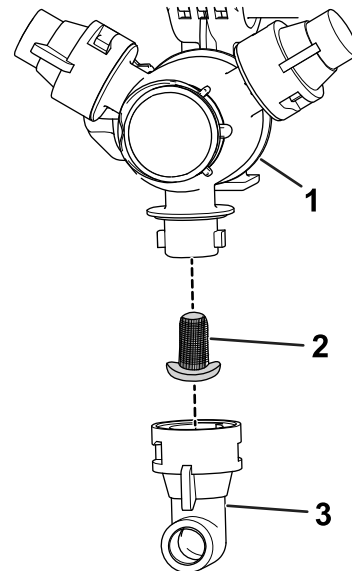

Figure 54
2. Retirez la buse de la tourelle de pulvérisation (Figure 54).
3. Déposez le filtre de buse (Figure 54).
5. Remettez le filtre de buse (Figure 54).
6. Installez la buse sur la tourelle de pulvérisation (Figure 54).